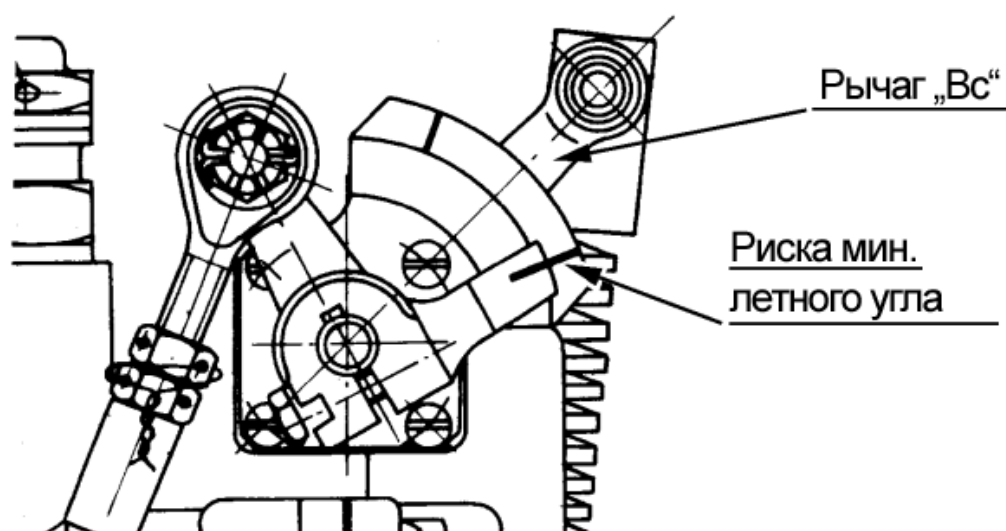

Рисунок 11-23 Исходное положение рычага "Bc"
- 3 Риски на рычаге перекрываются с риской минимального летного угла на шкале регулятора (Рисунок 11-23).